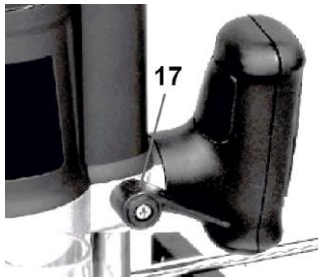

Рисунок 3
Послабити важіль фіксації налаштування глибини фрезерування (занурення фрези) (17) (рисунок 3).
Затягнути важіль (17) (рисунок 3).
4.2.2 Послабте важіль фіксації налаштування глибини фрезерування (занурення фрези) (17) (рисунок 3).
4.2.4 Надійно закріпіть важіль фіксації налаштування глибини фрезерування (17) (рисунок 3), повернувши важіль у положення фіксації.